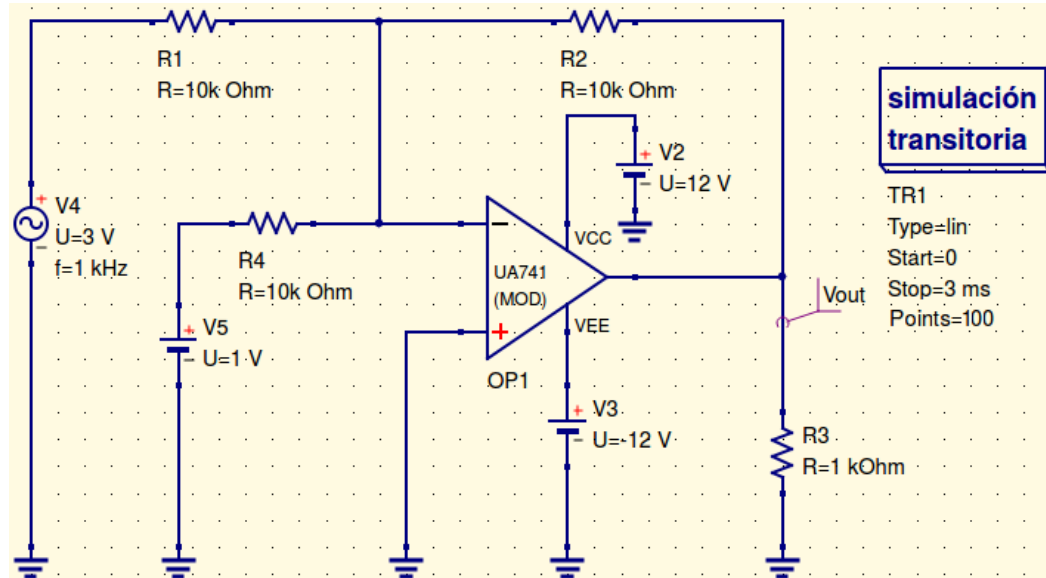

Figura 12. Amplificador sumador.
13. Observe el sumador de la Figura 12, describa que señal de voltaje espera obtener a la salida, indique amplitud y forma: _____.